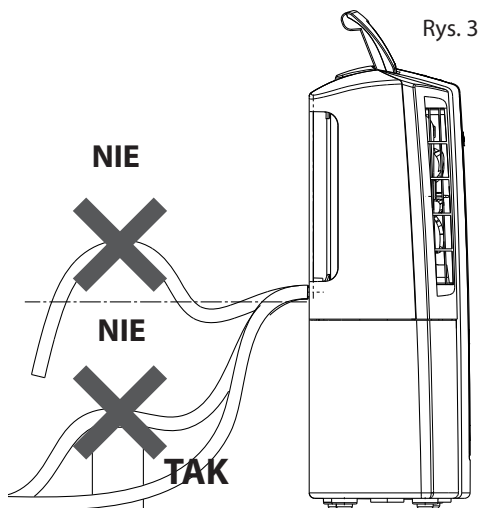

Rys. 2
- 1) Odkręcić korek odpływu ciągłego przekręcając go ruchem odwrotnym do ruchu wskazówek zegara, zdjęć gumowy korek z wylotu (rys. 2).